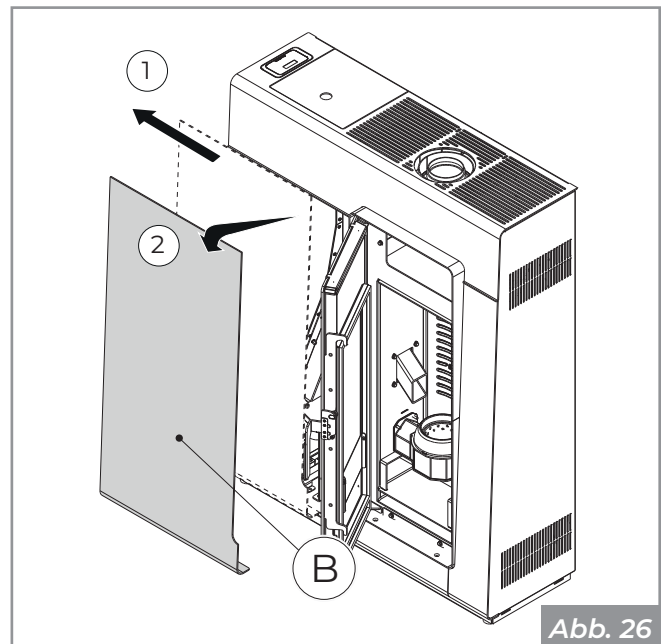

Abb. 26
- Entfernen Sie die Schraube in der Tür, die die Frontplatte fixiert, drücken Sie die Frontplatte nach links, um sie von den unteren Befestigungshaken zu lösen und entfernen Sie sie (**B - Abb. 26**).